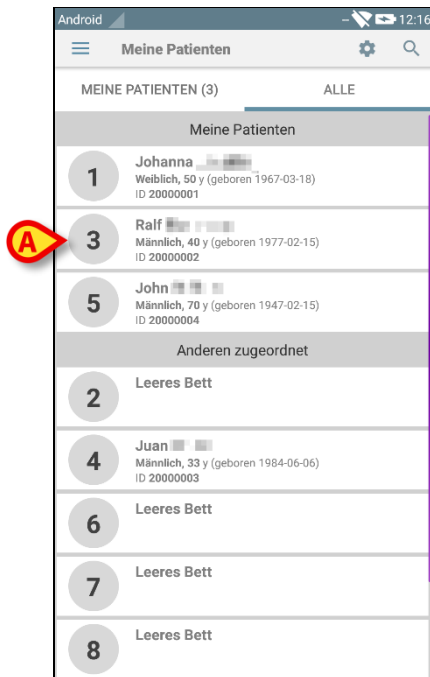

Abb. 38
- das in Abb. 38 **A.** gezeigte Viereck. Die Bestätigung des Benutzers ist erforderlich (Abb. 39).